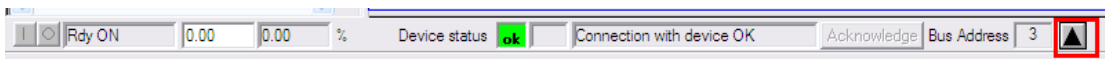

图 6
3) Control Panel：是 Drivemonitor 中的控制界面，可以用此功能实现简单的调试，如启动电机，给定转速旋转，优化等等，也可以用功能实现故障判断。Drivemonitor 界面的最下面一行是 Control Panel 功能条，点击右下角的箭头（如图 6 红框中所示）：